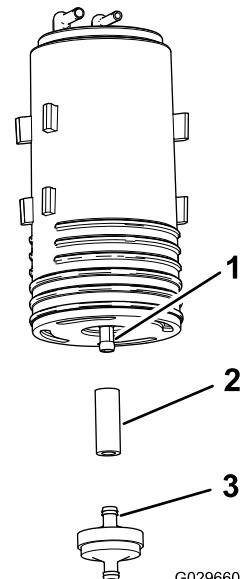

Figura 46
- 4. Retire o filtro do recipiente de carbono e a secção curta do tubo da união inferior do recipiente de carbono antigo (Figura 46).
- 5. Instale o tubo na união inferior do novo recipiente de carbono (Figura 46).
6. Insira a união do novo filtro do recipiente de carbono no tubo (Figura 46).